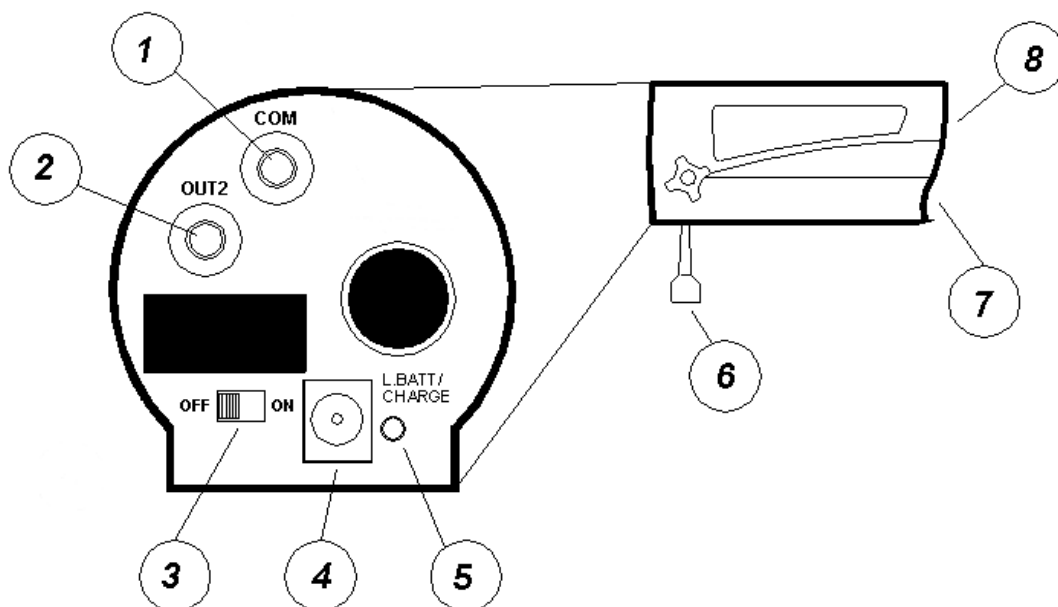

Figura 1
- tensione di ricarica : tensione applicata al jack di ricarica (vedi Figura 1 n°6) La tensione deve essere compresa fra gli 8V ed i 13V (l'utilizzo di tensioni superiori ai 13V è altamente sconsigliato ; per tensioni superiori infatti un elemento di protezione (varistor) interrompe il circuito di alimentazione. Il circuito viene ripristinato qualora le condizioni di tensione siano rientrate nel range operativo.
Nel caso si volesse ricaricare immediatamente gli accumulatori senza effettuare una preventiva loro scarica portare per un istante il deviatore (Figura 1 n° 5) su ON tornare rapidamente su OFF. Il programma di gestione della ricarica non effettuerà la preventiva scarica delle batterie (passo 3 e 4). La carica diretta degli accumulatori senza la preventiva loro scarica è da effettuarsi solo eccezionalmente in quanto abbrevia la vita delle batterie.